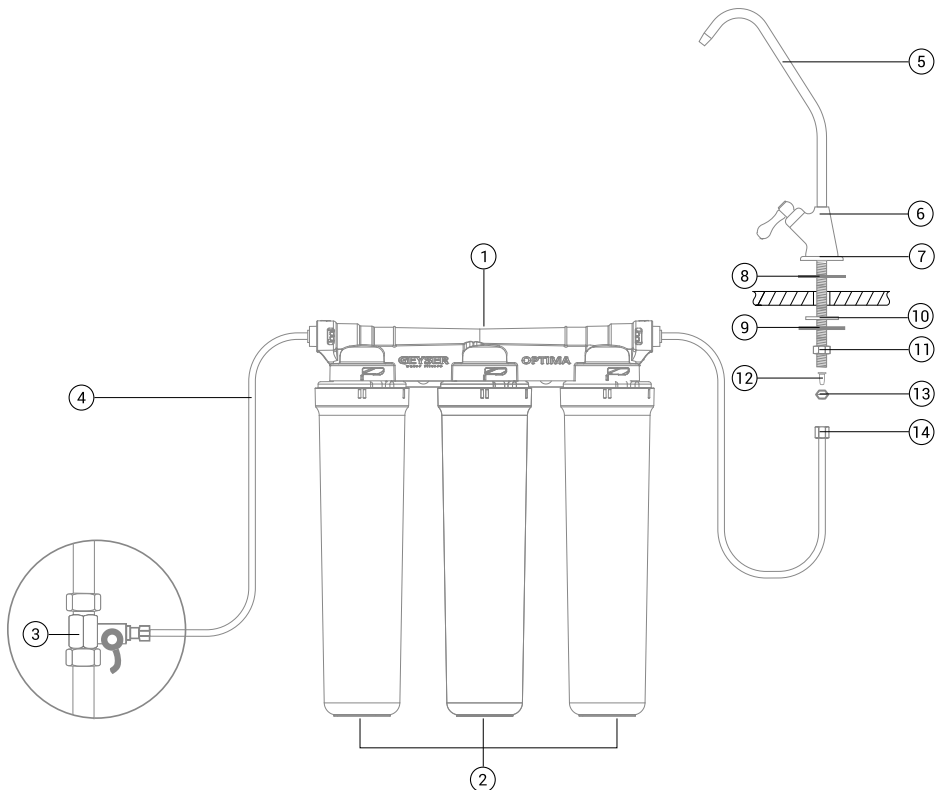

Рис. 1. Схема подключения Гейзер Оптима.
2. Произведите сборку крана согласно схеме подключения (рис. 1).